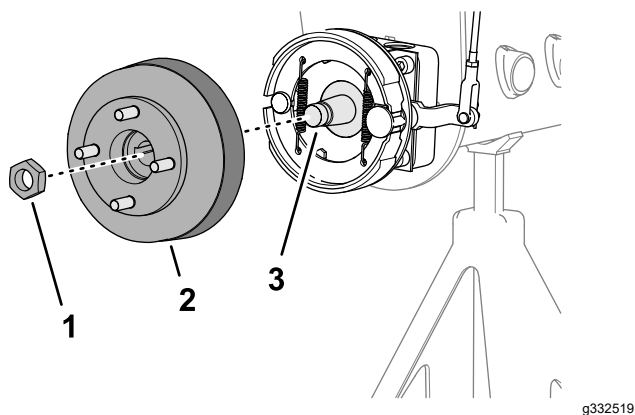
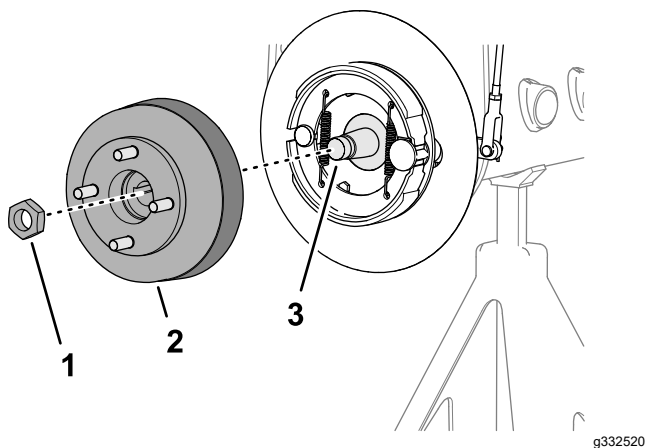

Рисунок 65
Рисунок 66
1. Отверните контргайку крепления ступицы к валу мотор-колеса (Рисунок 65 или Рисунок 66).
4. Используйте указанный съемник ступицы колеса, чтобы снять ступицу колеса и тормозной барабан с вала мотор-колеса (Рисунок 65 или Рисунок 66).